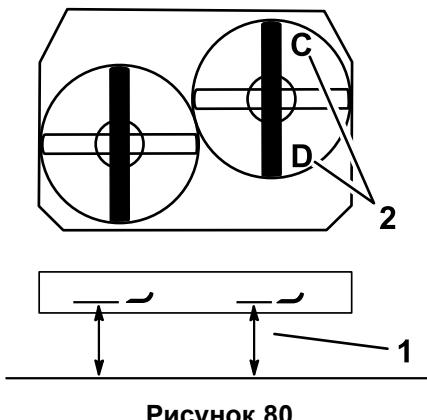

Рисунок 80
1. Расположите правый нож в продольном направлении (Рисунок 80).
2. Измерьте высоту правого ножа в точке С от горизонтальной поверхности до режущей кромки на конце ножа и запишите результат измерения (Рисунок 80).
3. Измерьте высоту правого ножа в точке D от горизонтальной поверхности до режущей кромки на конце ножа и запишите результат измерения (Рисунок 80).
- Примечание:** Нож газонокосилки должен быть на 6–10 мм ниже в точке С, чем в точке D (Рисунок 80). Если результат измерения неверный, перейдите к следующим пунктам.
2. Расположите правый нож в продольном направлении (Рисунок 80).